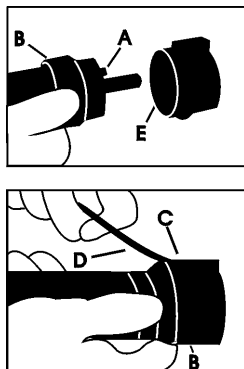

Fig. 3
4. Kontrollér at alle komponenter er til stede på brænderen, samt at de er korrekt fastgjort, og tilslut brændertilslutningen til strømkildens konektor, som vist på fig. 3.